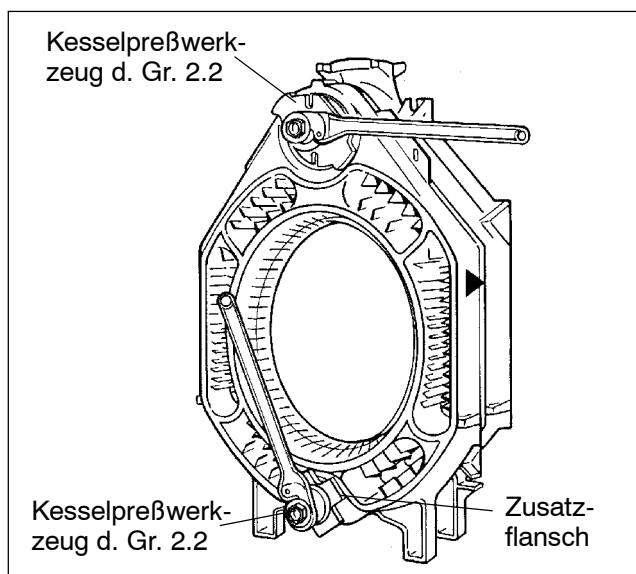

Abb. 13
Kesselpreßwerkzeug der Größe 2.2 verwenden (Abb. 1, Abb. 13).
- Eine Zugstange durch die obere und eine durch die untere Nabe des Kessels schieben (Abb. 13).